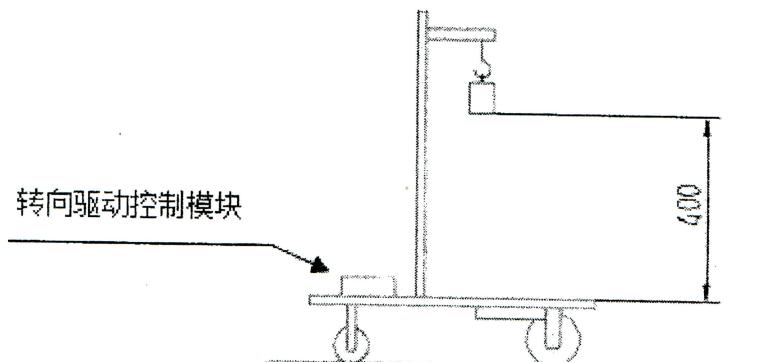

图 2 自控小车示意图
**小车：**三轮结构，其中一轮为转向轮，另外二轮为行进轮，(要求 2 个行进轮用 1.5mm 厚度的钢板或可用激光切割加工且不超过 8mm 厚度的非金属板制作，要求行进轮轮毂与轮外缘之间至少有 40mm 的环形范围，这个范围将用于进行统一要求的设计和激光切割)，允许二行进轮中的一个轮为从动轮。小车应具有赛道障碍识别、轨迹判断及自动转向功能和制动功能，这些功能可由机械或电控装置自动实现，不允许使用人工交互遥控。如图 2。